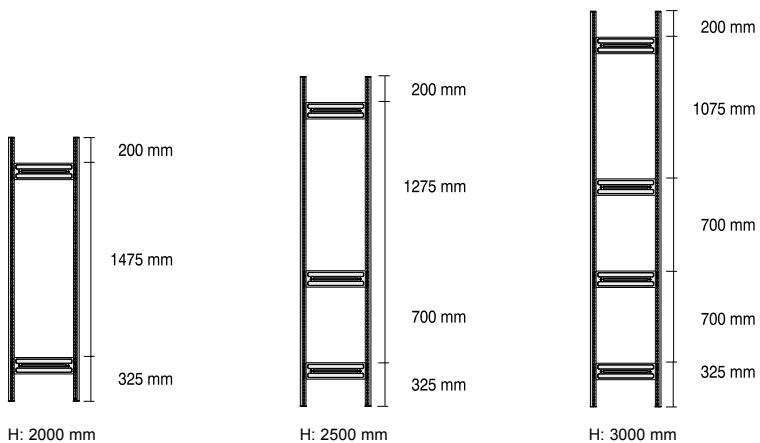

Fig. 2
**(E)** Colocar dos perfiles de sustentación a la distancia de los elementos de unión de soporte (Fig. 1). Colocar los elementos de unión de soporte según la Fig. 2 (las flechas miran hacia el suelo) e introducirlos golpeándolos con un martillo de goma o similar en los perfiles de sustentación.
**¡Atención!** El troquelado de fijación de los elementos de unión de soporte (Fig. 2 a) debe enclavarse por ambos lados en el perfil de sustentación (Fig. 3 a).
**(I)** Disporre due profili di supporto alla distanza data dai connettori dei supporti (Fig. 1). Applicare i connettori dei supporti come indicato in fig. 2 (le frecce indicano in direzione del pavimento) ed inserirli con un martello in gomma o un altro utensile nei profili di supporto.
**Attenzione!** Il taglio di fissaggio dei connettori dei supporti (fig. 2 a) deve bloccarsi con uno scatto su entrambi i lati, inserendosi nei profili di supporto (fig. 3 a).
**(PL)** Ustawić dwa profile ramy w odstępie równym długości łączników (rys. 1). Łączniki ram umieścić w profilach zgodnie z rys. 2 (strzałki są skierowane do podłogi) i wbić za pomocą młotka gumowego lub podobnego narzędzia.
**Uwaga!** Wyłoczone mocowanie na łącznikach (rys. 2 a) musi po obu stronach zaskoczyć w profile ram (rys. 3 a).